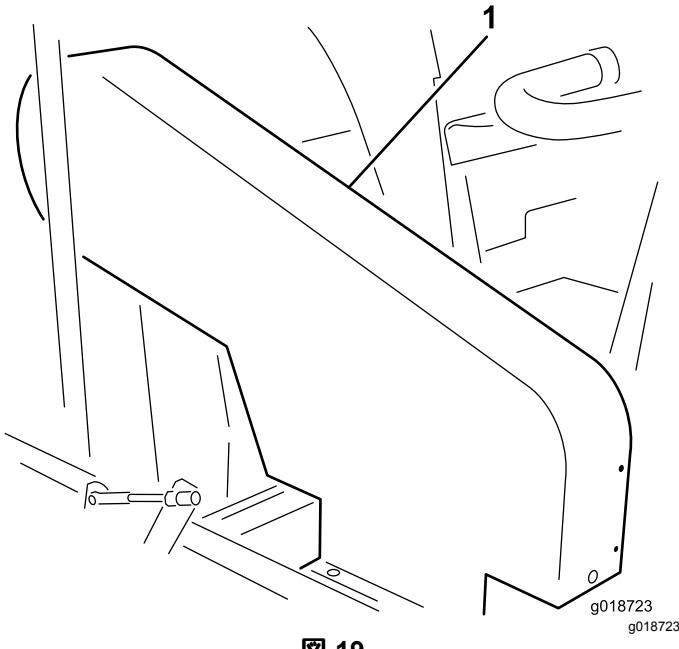

図 19
注 ベルトの張りの点検は、上部ベルトガード図 19を外さずに行えます。このベルトガードを取り外す必要がある場合には、ガードをフレームに固定しているボルト、ワッシャ、ナット各4を外してください。マシンは、必ずガード類を取り付けた状態で運転すること。
インペラブーリとクラッチブーリ間の中ほど部分で、ベルトを18-22 N 1.8-2.3 kg = 4-5 lbs程度の力で指で押して点検します。ベルトのたわみが 1.3 cm あれば適正です。たわみの量が適正でない場合は手順 2 へ進みます インペラ駆動ベルトの調整 \(ページ 23\)。たわみが適正である場合には、そのまま使用を継続できます 図 19。
ジャッキシャフトとクラッチブーリ間の中ほど部分で、ベルトを18-22 N 1.8-2.3 kg = 4-5 lbs程度の力で指で押して点検します。ベルトのたわみが 6 mm あれば適正とする。たわみの量が適正でない場合は ジャッキシャフトベルトの調整 \(ページ 23\)を参照してください。たわみが適正である場合には、そのまま使用を継続できます 図 19。
- 上部シュラウドをフレームに固定しているボルト、ワッシャ、ナット各4を外す図 19。